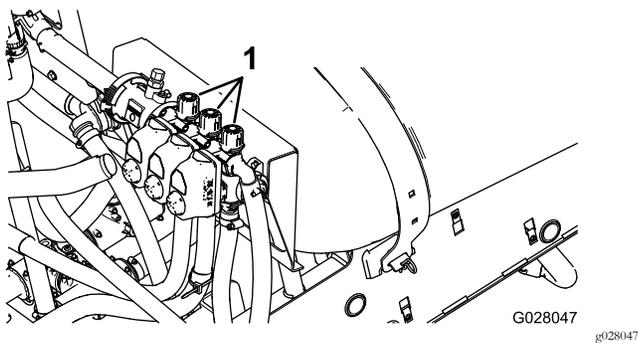

図 107
11. 左ブームを OFF にし、ブームバイパスノブ 図 107 を使って、先ほどと同じ水圧一般的には 2.75Bar = 2.8kg/cm² = 40psi に調整する。
13. 右ブームバイパスノブ 図 107 を使って、先ほどと同じ水圧一般的には 2.75Bar = 2.8kg/cm² = 40psi に調整する。
15. 中央ブームバイパスノブ 図 107 を使って、先ほどと同じ水圧一般的には 2.75Bar = 2.8kg/cm² = 40psi に調整する。